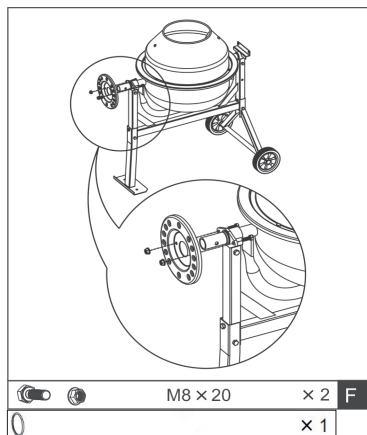

Abb.10
7. Ein Spiralring ist vormontiert. Entfernen Sie den Spiralring von der Welle. Danach schieben Sie den Arretierteller auf das längere Ende der Welle. Der Rahmen des Tellers zeigt dabei nach Innen. Schieben Sie den Teller über die Welle. Schieben Sie den Spiralring auf die Welle. Fixieren Sie den Arretierteller mit zwei Schrauben des Typs M8x20 (F), Abb.10.